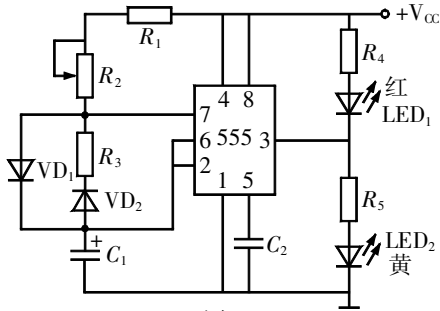

图 1
30. [原创]小明完成了发球机机械装置的制作后,为了通过 LED 灯的亮灭指示工作状态,设计了如图 1 所示的实验电路,使红色、黄色 LED 交替发光,红色灯亮表示发左侧球,黄色灯亮表示发右侧球。请完成以下任务: